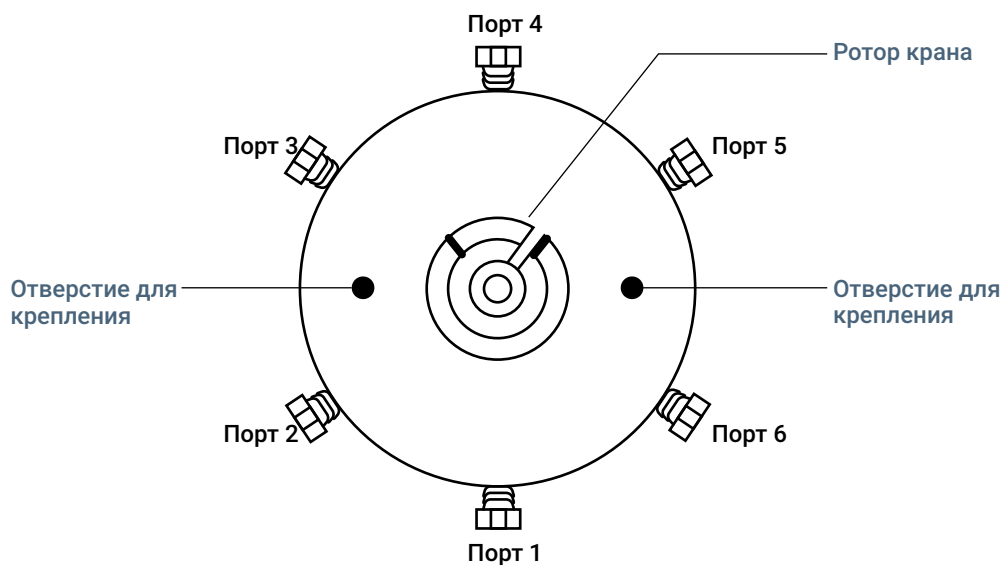

Рис. 24. 6-портовый кран и ротор крана
- 9 С помощью маленького магнитного карандаша установите новый ротор в 6-портовом кране так, чтобы буквенный идентификатор ротора был обращен к порту 4 (**Рис. 24**).